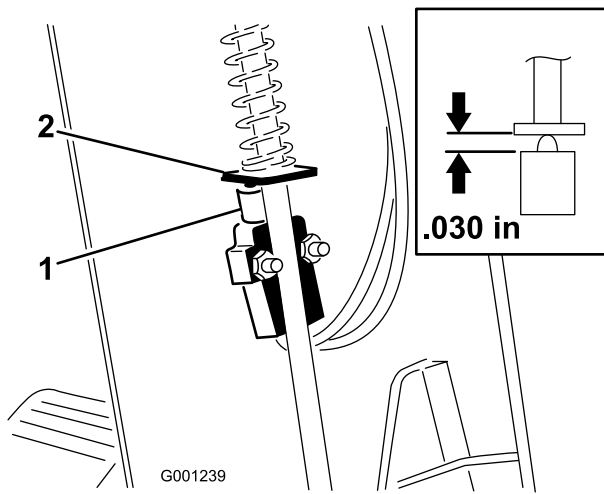

Figura 61
3. Mueva la cubierta por la columna de dirección para dejar expuesto el soporte del pivote (Figura 61).
5. Alinee el tope de la varilla del freno de estacionamiento con el émbolo del interruptor (Figura 61)
6. Presione hacia abajo la varilla del freno de estacionamiento y empuje hacia arriba el interruptor hasta que la longitud comprimida del émbolo del interruptor sea de 0,762 mm (Figura 61, detalle). Esta distancia se mide entre el tope de la varilla del freno y el alojamiento del émbolo del interruptor.